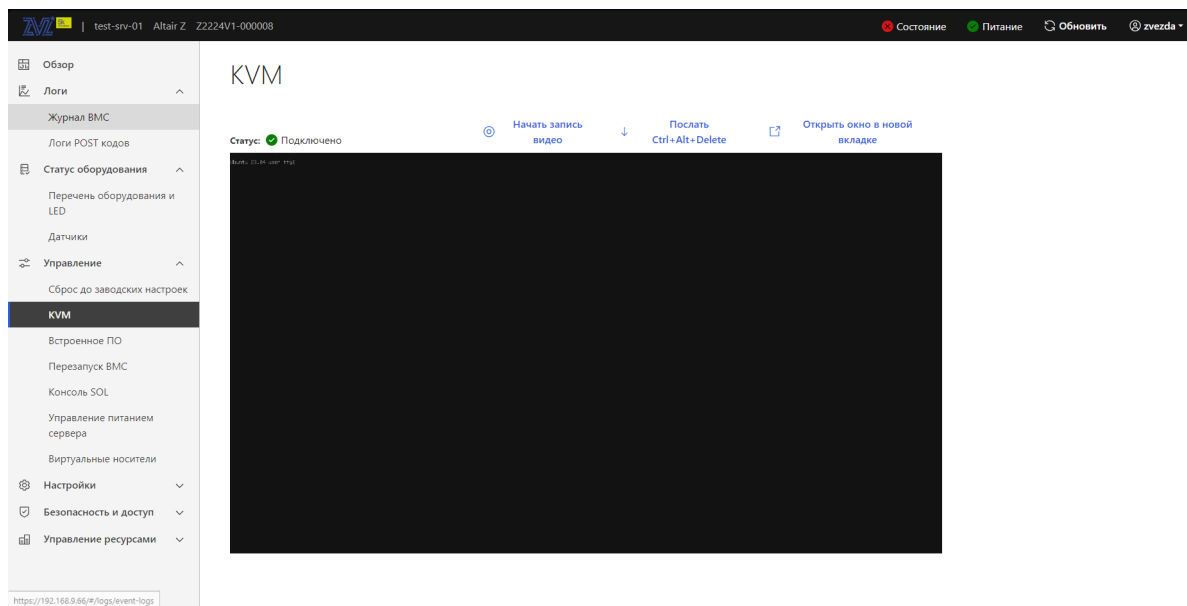

Рис. 92. Окно «KVM»
- 3) Пройдите во вкладку «Управление» → «KVM» в данной вкладке осуществляется удаленное управление BIOS. Окно показано на рис. 92 Окно «KVM»